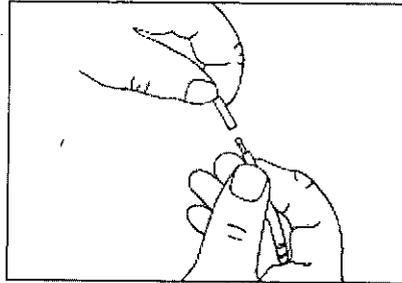

Figura 3. Inserción del tapón del extremo del tubo de la banda.
8. Introduzca el tapón en el extremo del tubo hasta que el conector del tubo de acero inoxidable desaparezca en el extremo abierto del tubo de llenado de la banda, lo que facilitará la colocación del tubo alrededor del estómago (figura 3). El tubo puede resbalar. Utilice esponjas de gasa de 4x4 para sujetar el tubo.